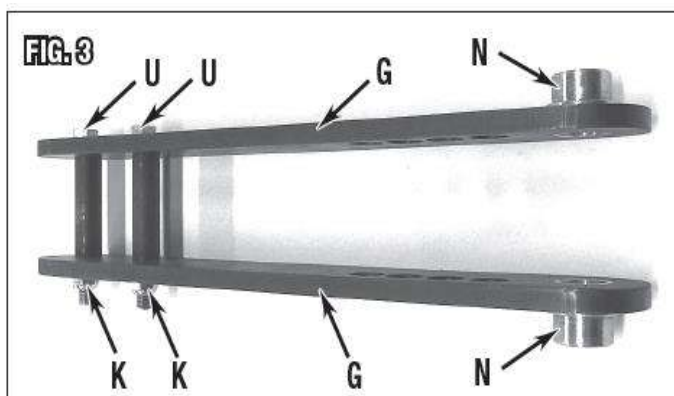

Рис. 3
1. Поместить одно из двух приводных звеньев (G) на чистую, горизонтальную рабочую поверхность.
2. Приготовить два комплекта болт 12 мм/шайба/распорная втулка/гайка. Поместить две распорные втулки (H) $\text{Ø}3/4" \times 2-13/16"$ [$\text{Ø}19 \times 72$ мм] между двумя приводными звеньями (G) (Рис 2).
3. Надеть шайбу (I) 12 мм на болт (J) M12x120 мм, затем вставить в отверстие 13 мм в верхнее приводное звено, распорную втулку (H) и нижнее приводное звено (G). Поместить шайбу (E) 12 мм между болтом и гайкой M12 (K)затянуть гайку руками. Установить второй болт аналогично.
4. Проверка выравнивания: Временно вставить два штифта (L) и (M) $\text{Ø}7/8"$ [$\text{Ø}22$ мм] в два из четырех отверстий диаметром 22,5 мм в обоих приводных звеньях (G), чтобы выровнять их. Затянуть болты (J) M12 и гайки (K) M12, затем убрать штифты.
5. Вставить две латунные фланцевые втулки (N) в отверстия большого диаметра 32 мм с фланцами на внешних сторонах приводных звеньев (Рис. 3).